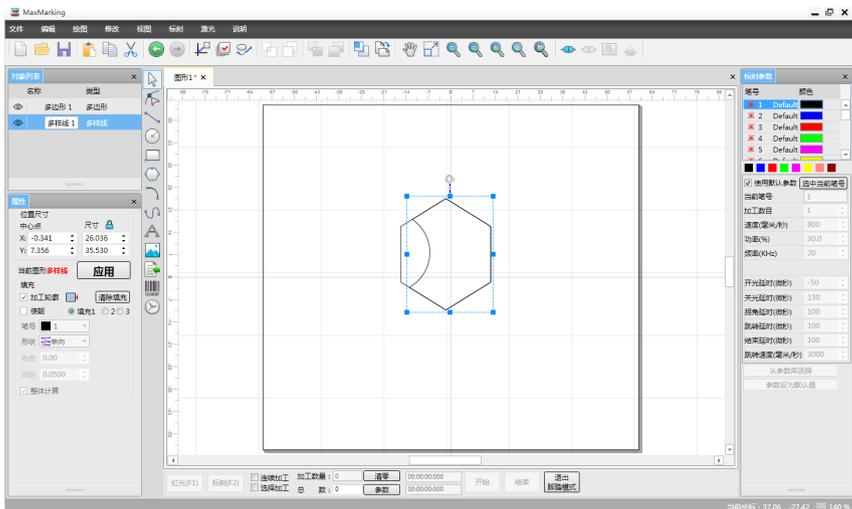

图 5-18 保留目标对象修剪效果图
**步骤:** 先选中原始对象(圆), 然后进入造型-修剪窗口, 勾选“保留目标对象”, 点击“修剪”按钮, 使其执行修剪指令, 关闭窗口后, 选择目标对象(多边形), 即实现了两个图形的修剪功能, 修剪后的图形默认为多样线类型, 如图 5-18。若想保留原始对象, 则首先选中圆, 然后进入造型-修剪窗口, 勾选“保留原始对象”, 点击“修剪”按钮, 使其执行修剪指令, 关闭窗口后, 再选择目标对象(多边形), 即实现了两个图形的修剪功能。